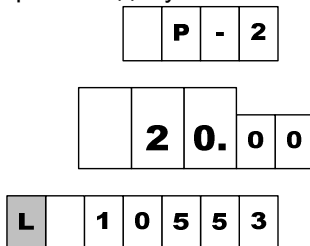

Рисунок 6
8.6 Предусмотрен просмотр на табло значений суммарного счетчика рукава в строке указателя стоимости с мигающим символом "L" в старшем разряде. В строке цены за литр отображается порядковый номер рукава и символы "P -" (рисунок 6). В случае многорукавной колонки, чтобы просмотреть на табло значения суммарных счетчиков других рукавов стороны, необходимо снять раздаточный кран интересующего рукава. В этом режиме допускается выдача топлива.